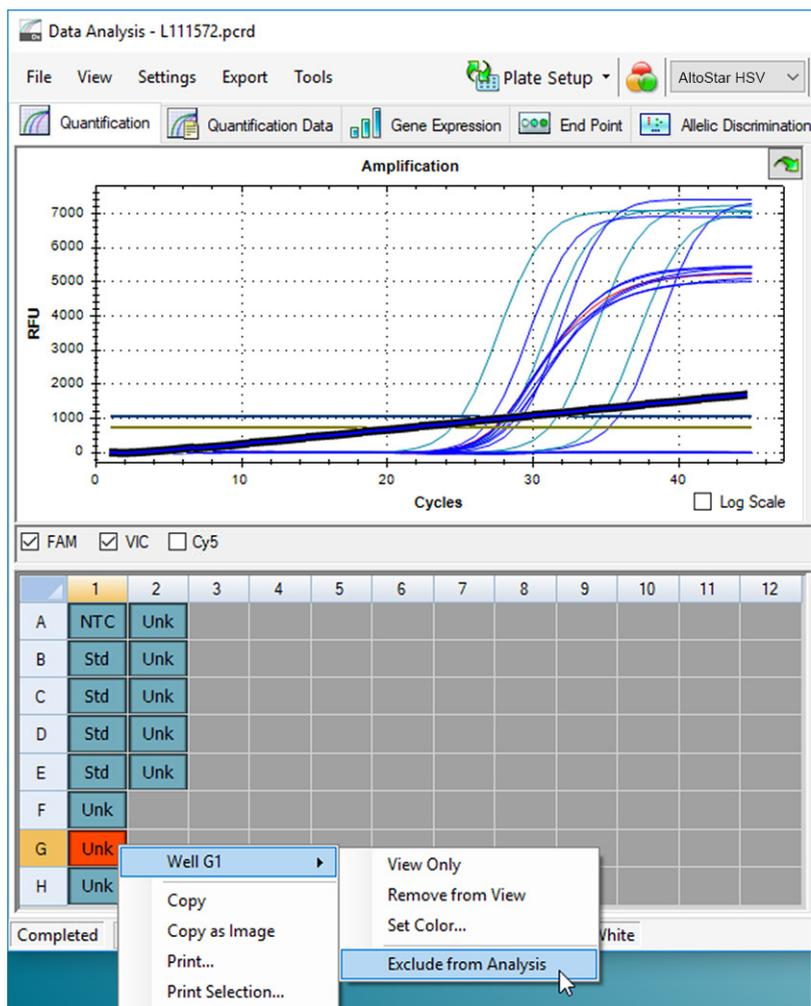

Figura 37: Ventana Data Analysis (análisis de datos): exclusión de un pocillo del análisis
3. Haga clic en cada pocillo afectado con el botón derecho del ratón y seleccione **Well...** → **Exclude from Analysis** (pocillo... → excluir del análisis) (consulte la Figura 37).